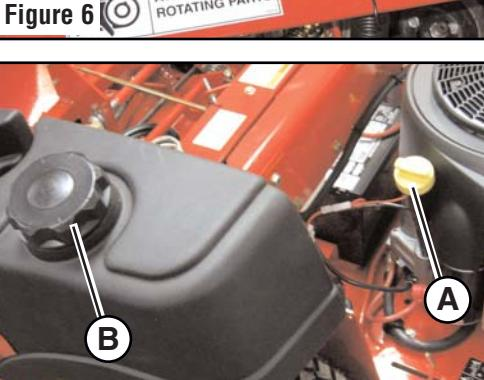

Figure 8
- Faire pivoter les leviers de commande de vitesse de déplacement/direction (A, Figure 8) hors de la position de point mort (N).